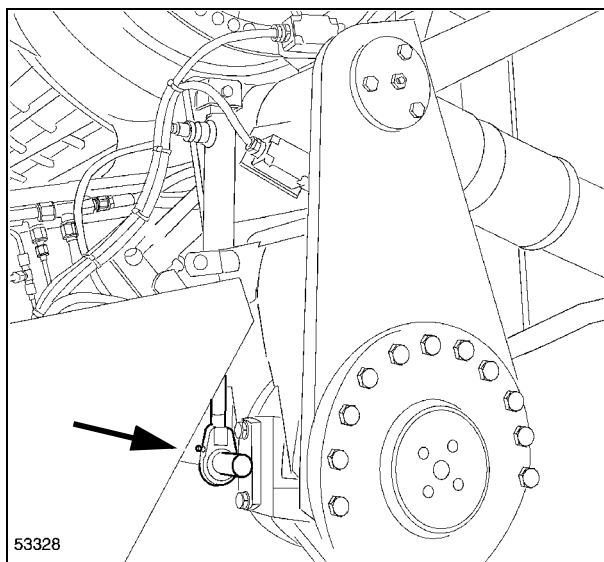

Рис. 86
75. ПОЗИЦИОНИРУЮЩИЕ ЦИЛИНДРЫ ЖАТКИ - Рис. 86